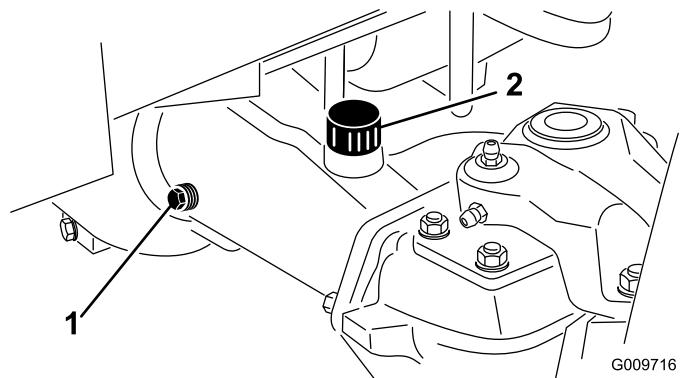

Рисунок 66
2. Снимите контрольную пробку с одного конца моста и убедитесь, что масло доходит до низа отверстия (Рисунок 66).